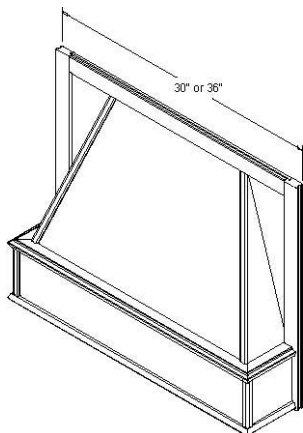

Figura 1
1. El frente decorativo de la campana, Figura 1